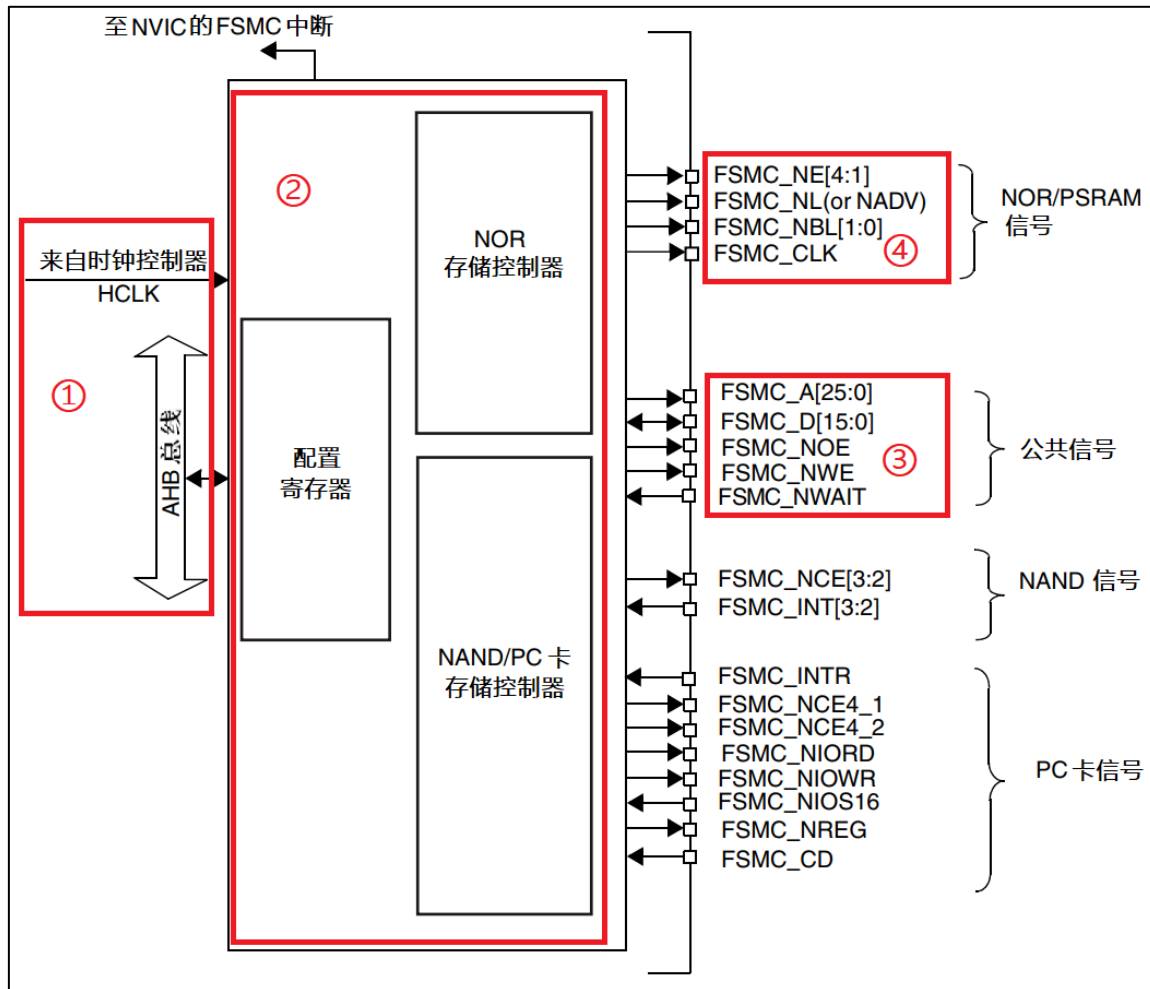

图 25.1.3.1 FSMC 框图
FSMC 接口的结构如图 25.1.3.1 所示：
从图 25.1.3.1 我们可以看出，STM32 的 FSMC 可以驱动 NOR/PSRAM、NAND、PC 卡这 3 类设备，他们具有不同的 CS 以区分不同的设备。本部分我们要用到的是 NOR/PSRAM 的功能。①为 FSMC 的总线和时钟源，②为 STM32 内部的 FSMC 控制单元，③是连接硬件的引脚，这里的“公共信号”表示不论我们驱动前面提到的 3 种设备中的哪种，这些 IO 是共享的，所以如果需要用到多种功能的情况，程序上还要考虑分时复用。④是 NOR/PSRAM 会使用到的信号控制线，③和④这些信号比较重要，它们的功能如表 25.1.3.1：